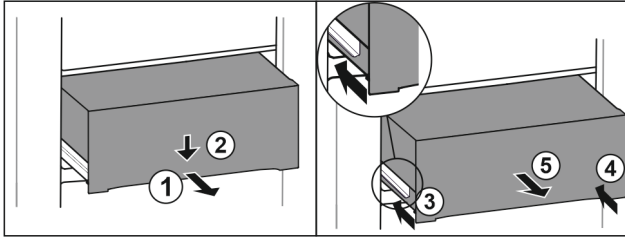

Fig. 104
- ▶ Tirer le tiroir jusqu'à mi-chemin. Fig. 104 (1)
- ▶ Appuyer sur l'avant du tiroir vers le bas. Fig. 104 (2)
- ▶ Insérer le rail gauche d'env. 2 cm. Fig. 104 (3)
- ▶ Insérer le rail droit d'env. 2 cm. Fig. 104 (4)
- ▶ Retirer le tiroir par l'avant. Fig. 104 (5)